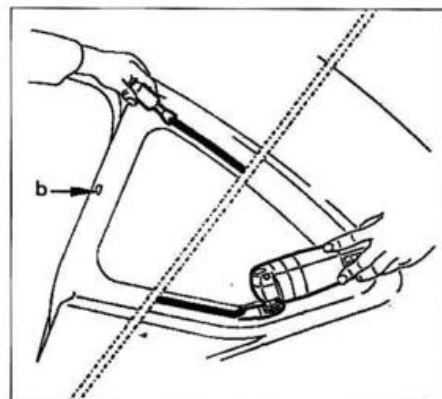

FIG. 61
- Enrasar el cordón de cola situado en la carrocería (fig. 61).